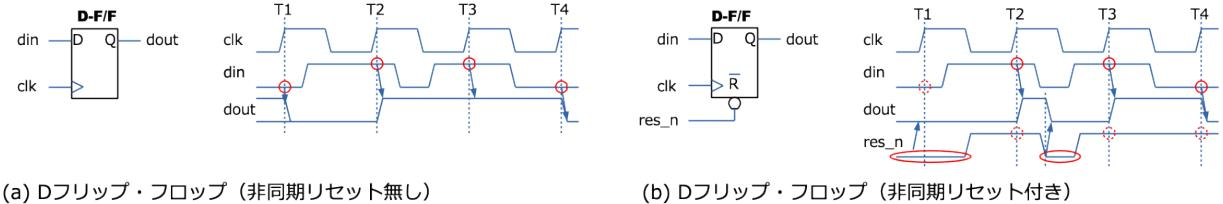

図 A.9: D フリップ・フロップ
D-F/F を図 A.9(a) に示します。D-F/F は入力信号をクロックで時間を刻んで遅延させて出力するものです。クロックの立ち上りエッジで入力信号 D を取り込んで信号 Q を出力します。Q が変化するのは必ずクロックの立ち上りエッジ (T1, T2, T3, ...) になり、入力 D が変化するだけでは Q には影響しません。D-F/F には正論理出力 (Q) に加えて負論理出力 ($/Q$) を持つものもあります。
一般的に D-F/F は、出力を初期化するためリセット機能付きが使われます。図 A.9(b) は非同期リセット付き D-F/F です。負論理リセット入力 res_n が 0 になるとただちに正論理出力 (Q) が 0 になります。